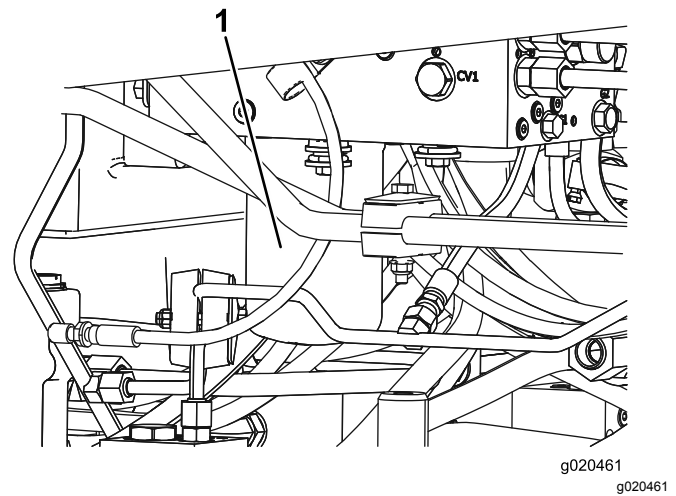

Figura 69
7. Repita o procedimento para o outro filtro (Figura 69).